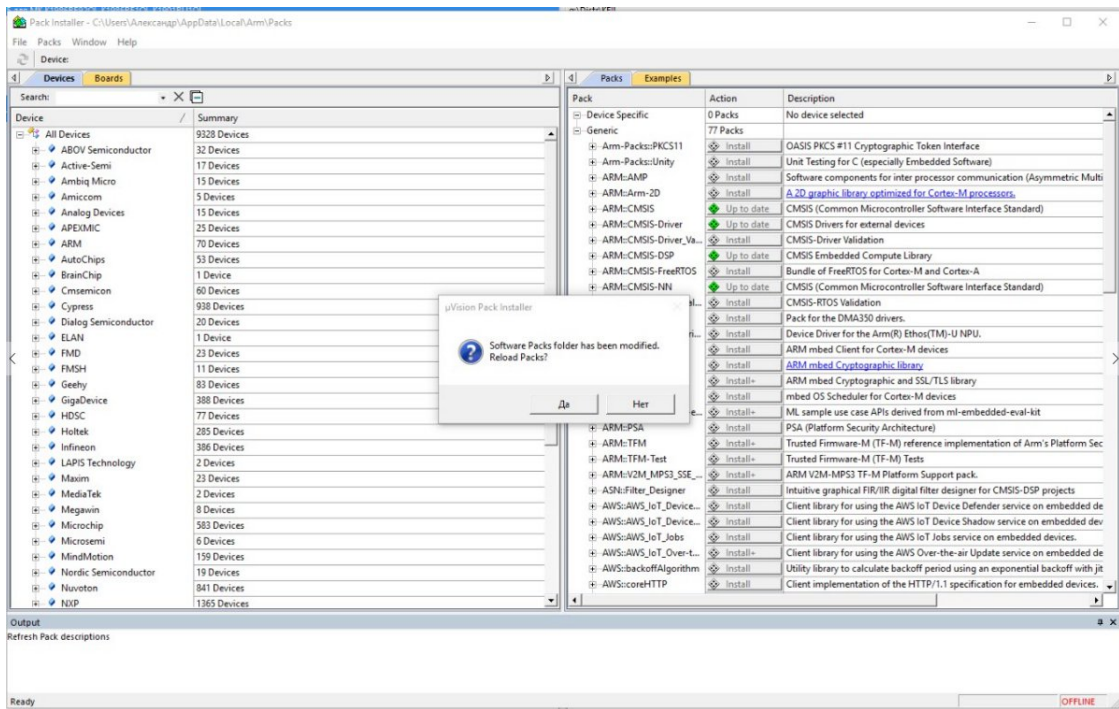

Рисунок 10
5.6.4 Перейти в окно "Pack Installer" (см. рисунок 10) и разрешить обновление установленных пакетов.